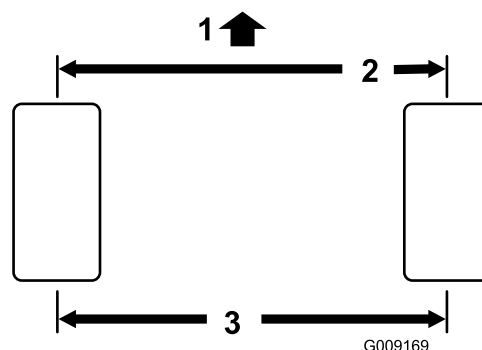

Figura 53
1. Misurate l'interasse (all'altezza dell'assale) sulla parte anteriore e posteriore dei pneumatici di sterzo (Figura 53).